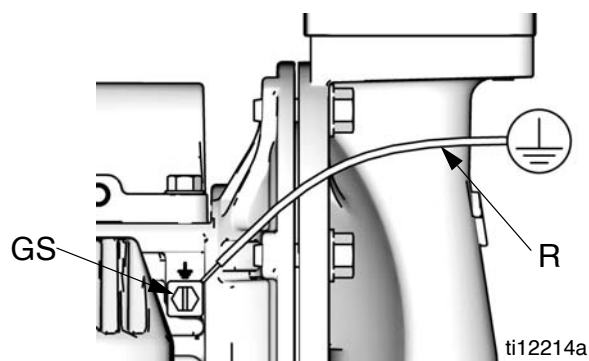

Рис. 1. Винт заземления и провод
**Насос:** см. Рис. 1. Ослабьте затяжку заземляющего винта (GS). Надежно затяните болтом заземления один конец провода